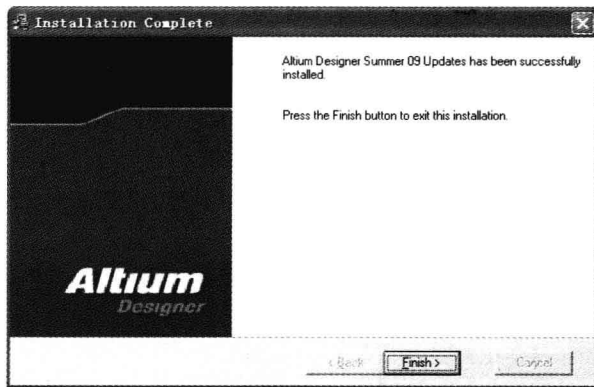

图 1-13 升级成功窗口
(5) 升级完成后, 弹出升级成功窗口, 如图 1-13 所示。单击 **Finish** 按钮, 完成主程序的升级。